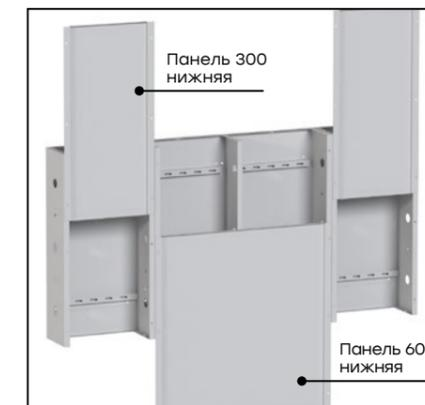

Рис. 55
2.2 Вывернуть 18 винтов М4х16, снять 2 шт. «Панель 300 нижняя» (8) и «Панель 600 нижняя» (9) – Рис. 55.